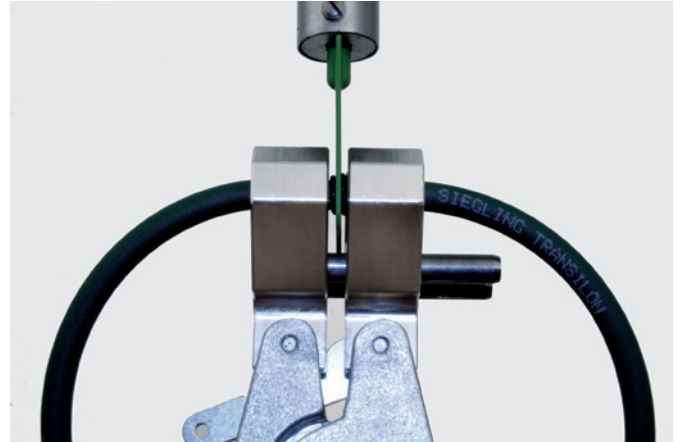

Abb. 13
- 13 **TIPP:** Das Anschmelzen kann besser beobachtet werden, wenn die Presszange gedreht wird! (Abb. 13)